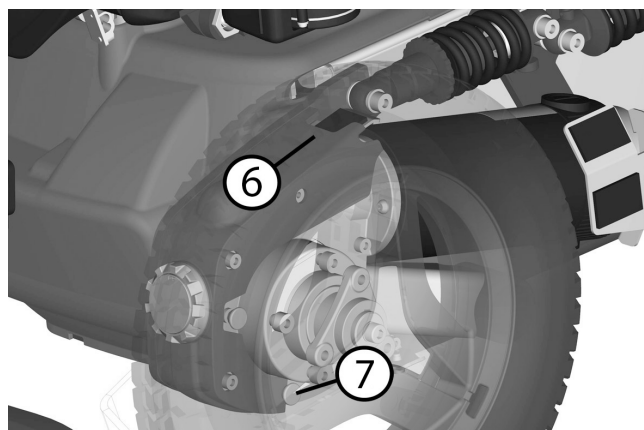

Abbildung 14. Die Getriebeabdeckung ist oben mit einem Klettverschluss (6) und unten mit einem Befestigungspunkt (7) montiert.
Die Getriebeabdeckung ist oben mit einem Klettverschluss (6) und unten mit einem Befestigungspunkt (7) montiert. Siehe Abbildung. 14.
Abdeckung auf das Getriebegehäuse platzieren und sicherstellen, dass der Befestigungspunkt (7) passend zum Schraubkopf im Loch der Abdeckung liegt. Siehe Abbildung. 14.